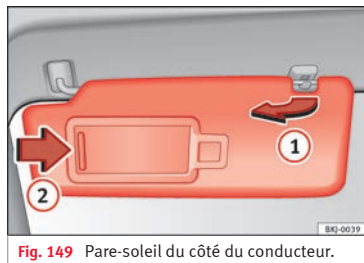

Fig. 149 Pare-soleil du côté du conducteur.
- Le pare-soleil peut être retiré du support et rabattu contre la porte » **fig. 149** .